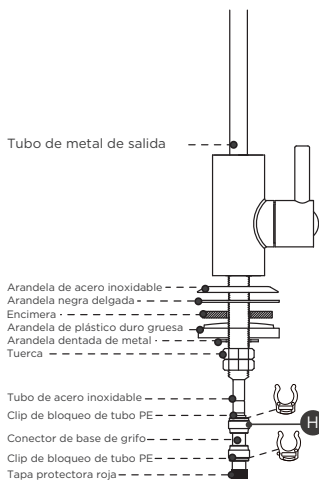

Figure 6
1. Seleccione y marque una ubicación en el tubo de desagüe (A o B). La ubicación debe ser recta, de al menos 3" y antes del sifón P (Fig. 6). Se recomienda utilizar una ubicación vertical (Fig. 10).